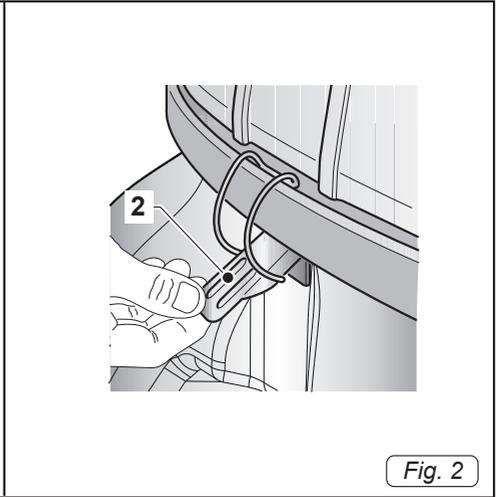
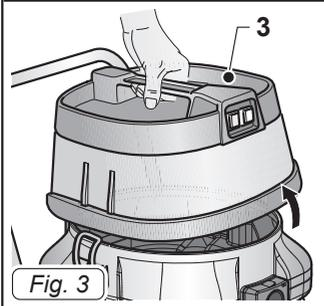

Fig. 2
Fig. 3
- Sganciare le leve (2 Fig. 2) e rimuovere il coperchio (3 Fig. 3) completo di gruppo motore.
- Rimontare il coperchio e bloccarlo tramite le leve (2 Fig. 2).